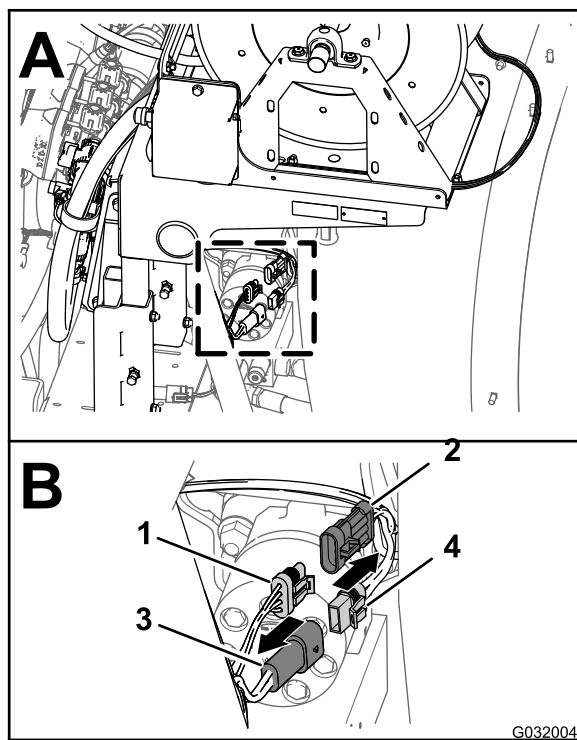

Рисунок 3
1. В задней части машины на задней стороне бака опрыскивателя найдите жгут проводов комплекта электрического шлангового барабана (вид А на Рисунок 3).
барабана от 2-штыревого разъема главного заднего жгута проводов (вид В на Рисунок 3).
3. Отсоедините 3-штыревой разъем жгута проводов электрического шлангового барабана от 3-гнездового разъема главного заднего жгута проводов (вид В на Рисунок 3).